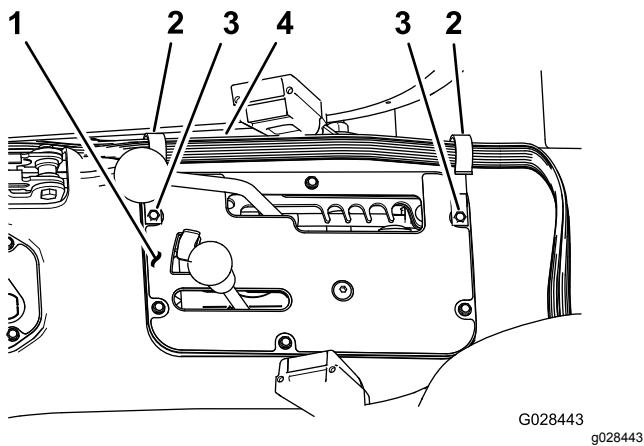

Figura 21
1. Monte os 2 grampos em forma de J na consola central nos pontos indicados em Figura 20 ou Figura 21 utilizando os parafusos existentes.